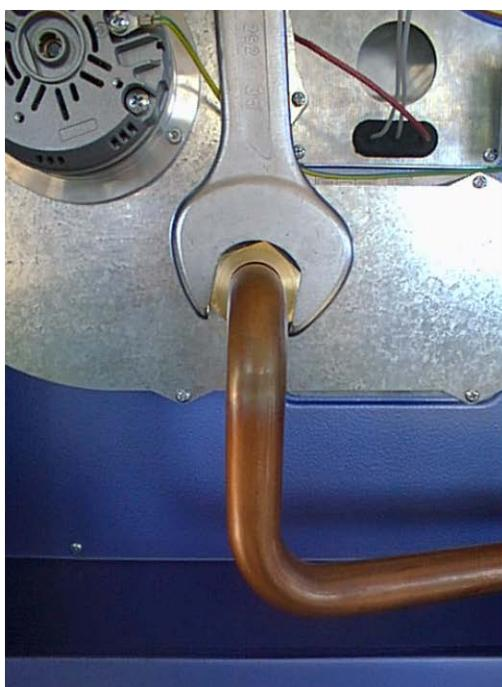

Рисунок 15
- Открутите шестигранную кольцевую гайку, которые фиксируют газовую трубу и поддержку сопла (см. рисунок 15). Обратите внимание на внутреннюю круглую прокладку, не утеряйте и не повредите ее.